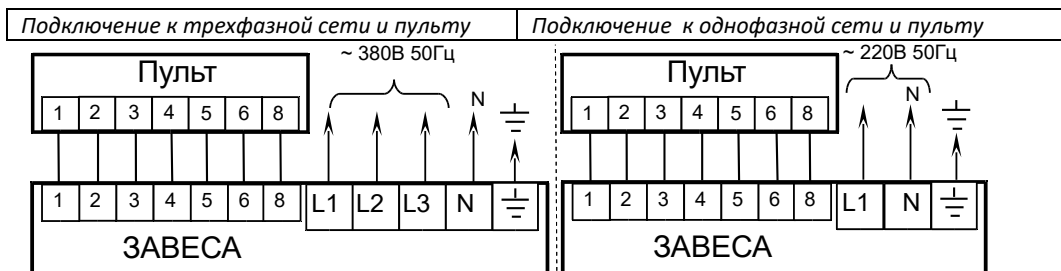

Рис. 3. Схемы подключения завес к электросети и пульту управления
- Подключить сетевой кабель и кабель управления согласно маркировке на клеммных колодках (см. схему подключения завесы к электросети и пульту на рис. 3.)